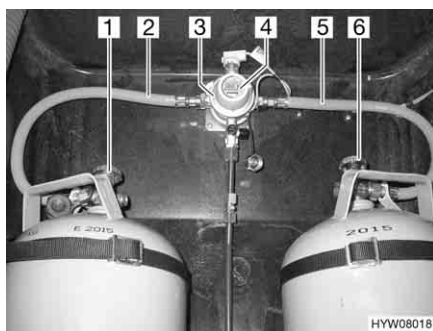
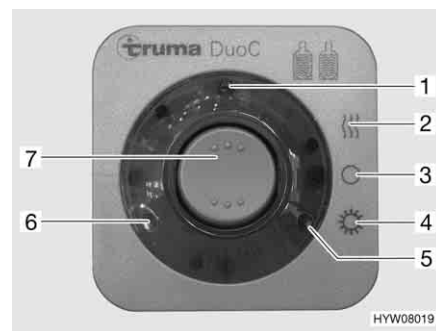

Fig. 104 Impianto di commutazione DuoControl
Fig. 105 Centralina di controllo
L'impianto di commutazione DuoControl è costituito da una valvola di commutazione (Fig. 104,3) e da una centralina di controllo (Fig. 105). La valvola di commutazione è installata tra i tubi del gas (Fig. 104,2 e 5). Con la manopola (Fig. 104,4) sulla valvola di commutazione è possibile stabilire, quale delle bombole del gas viene utilizzata come bombola in uso e quale bombola del gas viene utilizzata come bombola di riserva.
Sulla centralina di controllo (Fig. 105) possono venire azionate solo le funzioni elettriche. Le valvole principali di arresto delle bombole del gas (Fig. 104,1 e 6) devono essere aperti manualmente.
La valvola di commutazione garantisce una pressione del gas costante, indipendentemente da quale bombola provenga l'alimentazione del gas. Le due spie di controllo sulla centralina di controllo indicano il livello di riempimento della bombola in uso. Se è accesa la spia di controllo verde (Fig. 105,6), la bombola in uso è piena. Se è accesa la spia di controllo rossa (Fig. 105,5), la bombola in uso è vuota. Il rifornimento di gas avviene poi tramite la bombola di riserva.
- Aprire le valvole principali di arresto delle bombole del gas (Fig. 104,1 e 6).
- Con la manopola (Fig. 104,4) sulla valvola di commutazione (Fig. 104,3) selezionare la bombola del gas, da cui proviene la principale alimentazione del gas (bombola in uso).
- Sulla centralina di controllo (Fig. 105) attivare l'impianto di commutazione DuoControl.
Posizionare l'interruttore a bilico (Fig. 105,7) su funzionamento invernale "On e riscaldamento" (Fig. 105,2) oppure su funzionamento estivo "On" (Fig. 105,4). La valvola di commutazione è ora disareata. La spia di controllo gialla (Fig. 105,1) è accesa, se si seleziona la modalità di funzionamento invernale e l'impianto antighiaccio con regolatore è attivato.
- Portare l'interruttore a bilico (Fig. 105,7) in posizione "O" (Fig. 105,3). La spia gialla di controllo (Fig. 105,1) si spegne.
- Chiudere le valvole principali di arresto delle bombole del gas (Fig. 104,1 e 6).
Le spie di controllo sulla centralina di controllo (Fig. 105,5 e 6) segnalano all'interno del veicolo, se la bombola in uso è pronta al funzionamento.
Se la spia di controllo verde (Fig. 105,6) si spegne durante il funzionamento e la spia di controllo rossa (Fig. 105,5) si accende, significa che la bombola del gas selezionata come bombola in uso è vuota e deve essere sostituita. La bombola di riserva continua ad alimentare le utenze a gas.